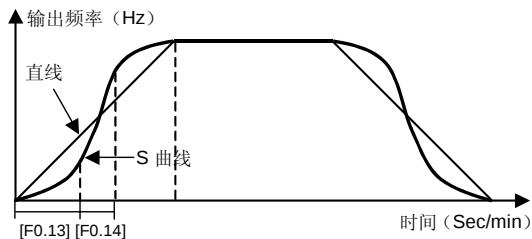

图 6-3 加减速曲线
**LED 个位:** 变频器加减速曲线类型设定。参考图 6-3。
参数[F0.13]和[F0.14]定义了 S 曲线的特征参数, 共分为 3 个阶段, 如图 6-3 所示。加减速起始段是输出频率的斜率从 0 逐渐增大的过程; 加、速上升/下降段输出频率的斜率保持不变; 加减速结束段变频器输出频率的斜率由大逐渐减小至 0。